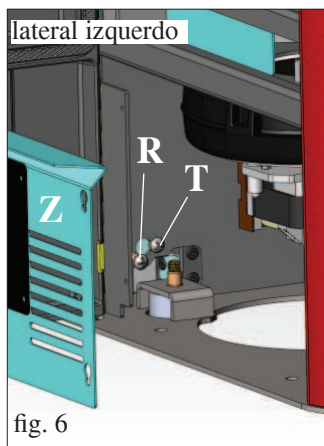

fig. 6
Verificar la alineación vertical de los laterales de cerámica (C) y efectuar las regulaciones a través de los tornillos situados sobre la parte superior (V - fig. 5) y en el interior de la estufa a través de los tornillos (R - fig. 6/7)
NOTA: antes de realizar la operación, retirar el panel galvanizado (Z - fig. 6/7) de ambos lados y aflojar los tornillos de bloqueo (T - fig. 6/7).